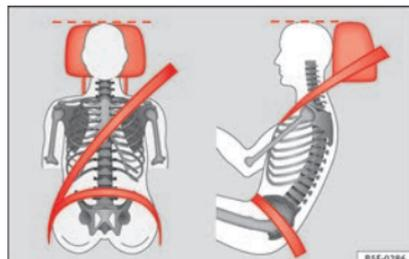

Fig. 76 Appuie-tête correctement réglé, vu de face et latéralement.
– Réglez l'appuie-tête de telle manière que son bord supérieur soit dans la mesure du possible à la même hauteur que la partie supérieure de votre tête, et au moins à la hauteur des yeux » » fig. 76.